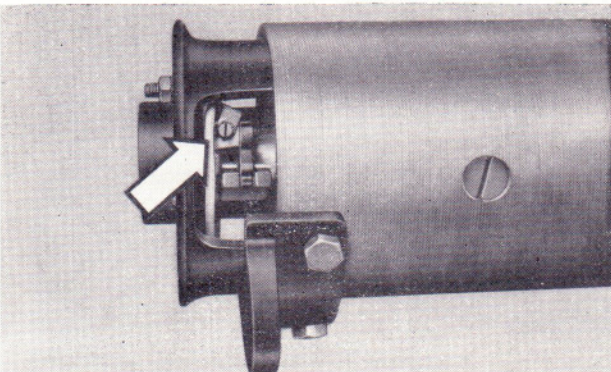

Bild 182
- Befestigungsschrauben der Stromzuführung abschrauben (Bild 182).